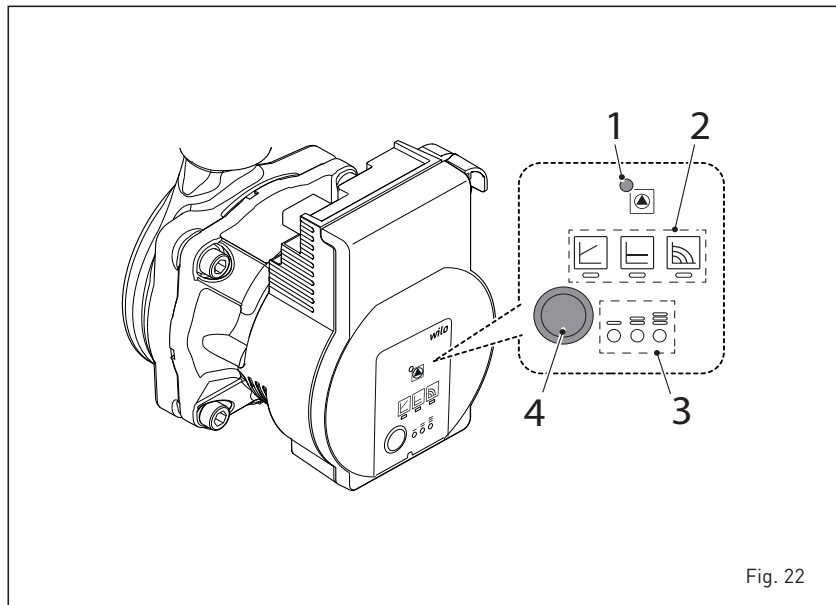

Fig. 22
4.6.6 POMPA AD ALTA EFFICIENZA (fig. 22)